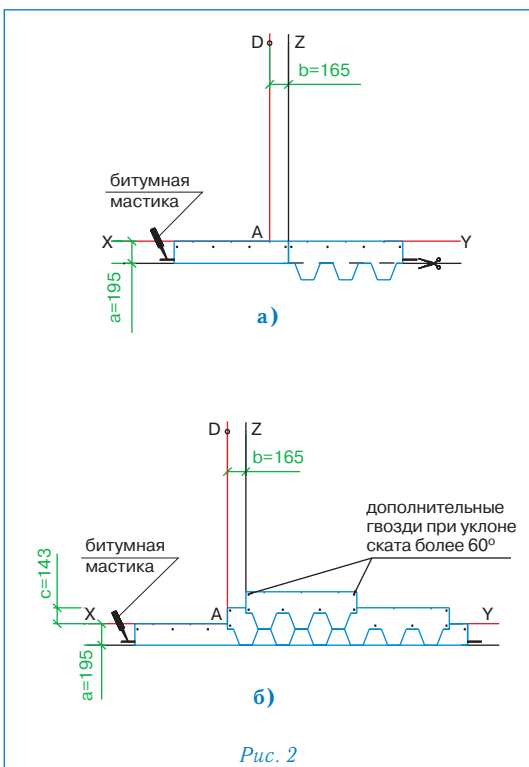

Рис. 2
Укладка материала (рис. 2)
- Начальный ряд формируется из листов черепицы МОЗАИКА с обрезанными лепестками. Полученные таким образом полосы шириной 19,5 см укладываются по линии карниза в обе стороны от линии Z (рис. 2а) и фиксируются по нижнему краю битумной мастикой, а по верхней кромке 4 гвоздями (ось гвоздей на 5 см ниже верхнего края полосы);
- далее первый ряд черепицы укладывается от линии AD (рис. 2б);
- второй ряд укладывается от линии Z (со смещением 16,5 см от AD) (рис. 2б);
Каждый лист гибкой черепицы МОЗАИКА крепится 4 гвоздями таким образом, чтобы гвоздь прошивал и верхний край нижележащего листа черепицы (рис. 2б).